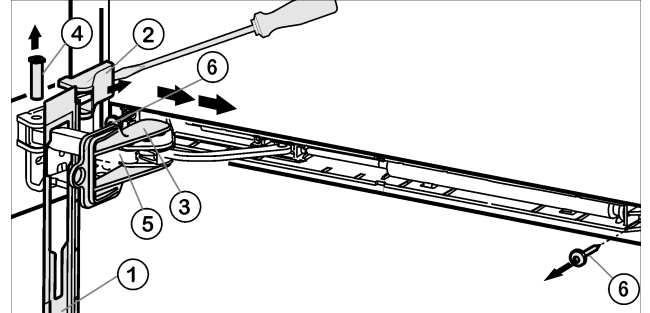

Fig. 5
- Suojus vedetään vaimentimen varren Fig. 5 (5) yli eteen laitteen suuntaan.
- Varmistus Fig. 5 (3) asetetaan paikalleen.
- Kansi Fig. 5 (2) kohotetaan ulkopuolelta käsin ruuvitaltan avulla ja irrotetaan ulospäin vetäen.
- Tappi Fig. 5 (4) työnnetään alhaalta käsin ulos.
- Vaimentimen varsi Fig. 5 (5) painetaan ovea kohti.
- Suojus Fig. 5 (1) otetaan pois.
- Koko sulkemisvaimenninyksikkö ruuvataan irti (2 kertaa Torx 15) Fig. 5 (6).